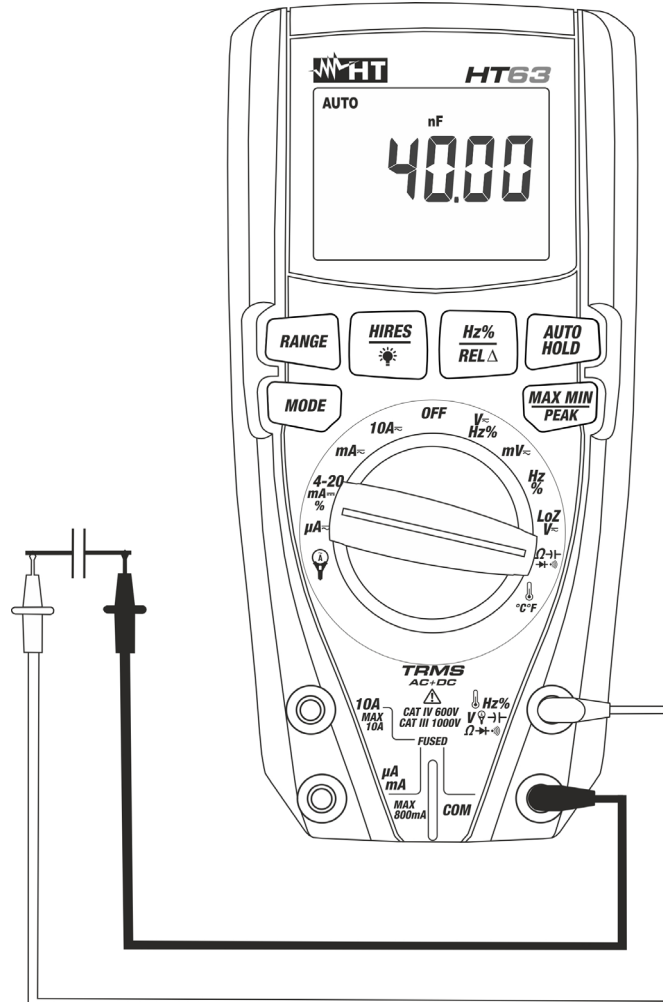

Abb. 8: Verwendung des Gerätes für Kapazitätsmessung
5. Verbinden Sie die Messleitungen mit den beiden Enden des zu messenden Kondensators und dabei achten Sie, wenn nötig, auf die positive (rotes Kabel) und negative (schwarzes Kabel) Polarität (siehe Abb. 8). Der Kapazitätswert erscheint auf dem Display. Der Bargraph ist bei dieser Funktion nicht aktiv.